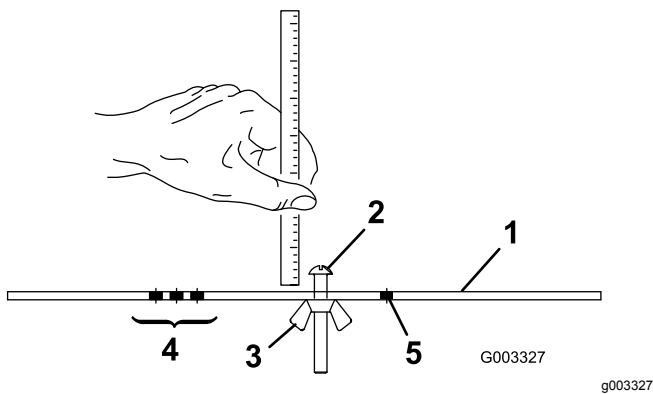

Рисунок 16
2. Ослабьте затяжку гайки измерительной планки (Рисунок 16) и установите регулировочный винт на требуемую высоту скашивания. Расстояние между нижней частью головки винта и лицевой поверхностью планки равно высоте скашивания.